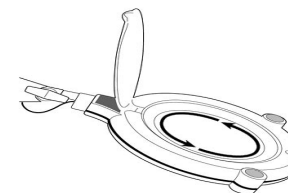

Abbildung 6 Linsentausch
4. Drehen Sie den Befestigungsring (ⓑ Abbildung 1) entgegen der Uhrzeigerichtung (Abbildung 6)